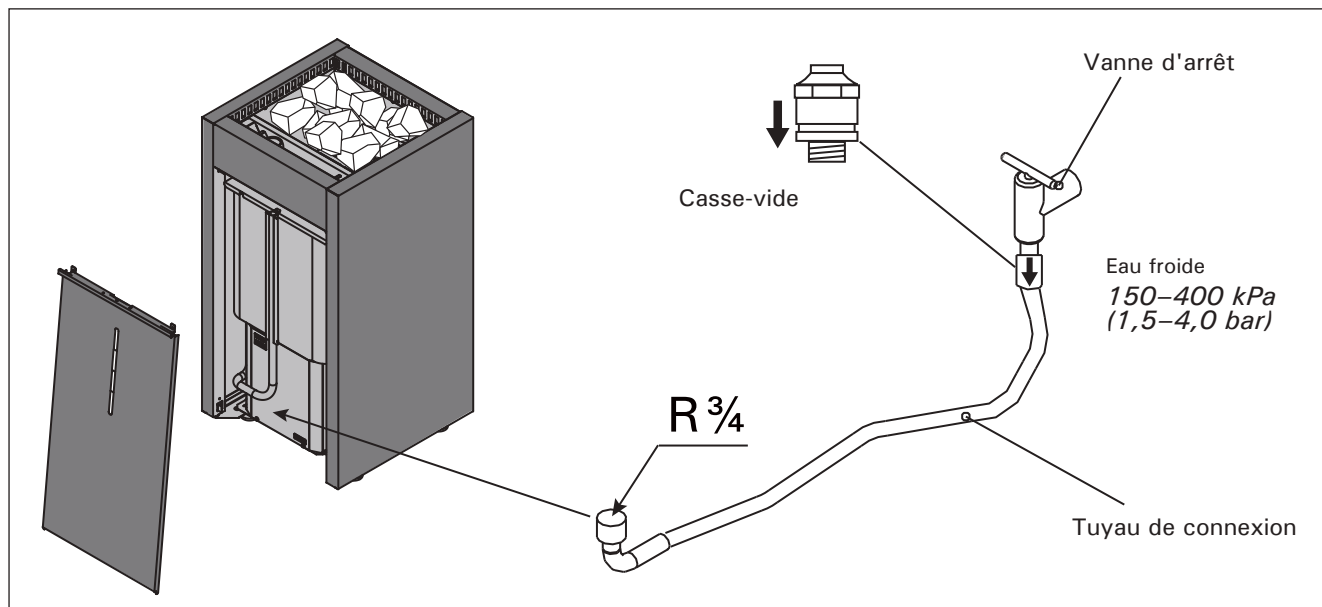

Figure 7. Système automatique de remplissage d'eau
- Voir le schéma de câblage correspondant au modèle de poêle (voir fig. 7, Voir le manuel du centre de contrôle pour obtenir des instructions détaillées sur la connexion du poêle et du centre de contrôle). Le poêle doit être installé de manière permanente en utilisant une conduite hermétique entre le poêle et le mur de la cabine (les marettes
Raccorder le poêle au réseau de distribution de l'eau froide à l'aide d'un tuyau flexible. Le point de raccordement au réseau doit être muni d'un clapet d'arrêt. Voir la figure 7. **Le plancher du sauna et/ou de la salle de bain doit être équipé d'un point d'évacuation de l'eau en prévision d'éventuelles ruptures de flexibles ou de fuites d'eau. Suivre les réglementations d'installations locales.**